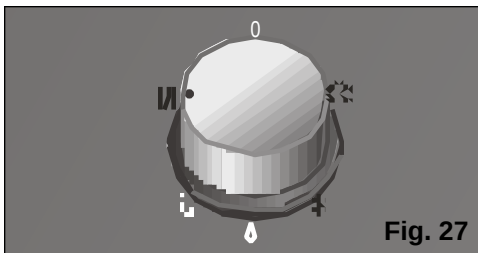

Fig. 27
- ☐ Seccione a função aquecimento, **Fig. 27**.